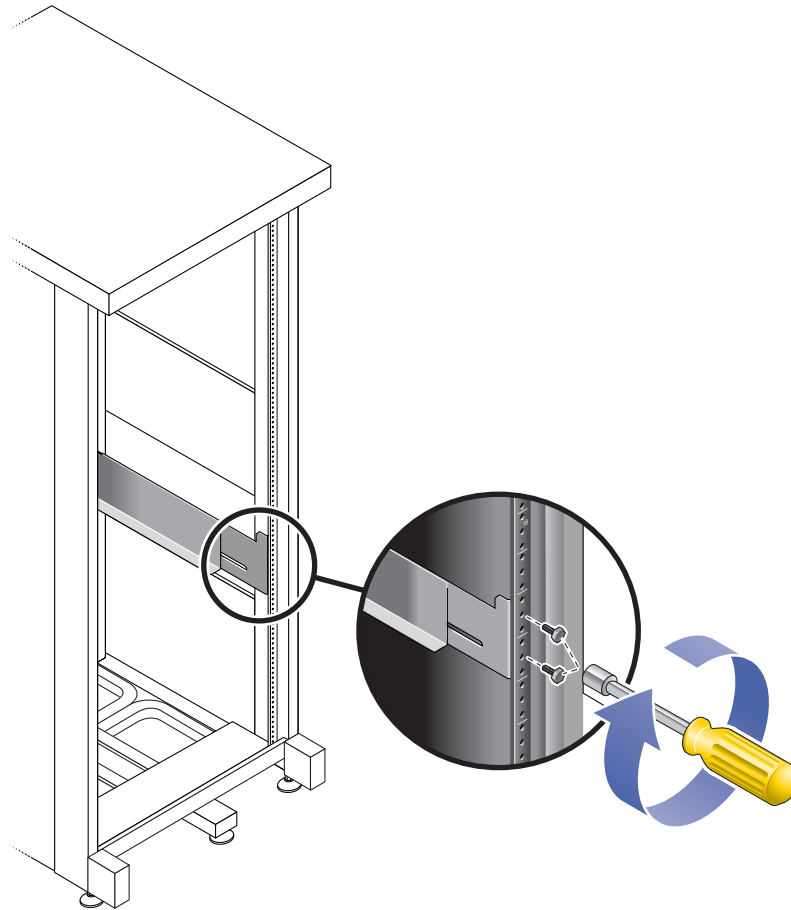

FIGURE 2-9 Fixation du rail gauche à l'arrière de l'armoire
- d. Utilisez le tournevis cruciforme n° 2 afin d'introduire et de serrer les trois vis à l'arrière du rail (voir FIGURE 2-9).